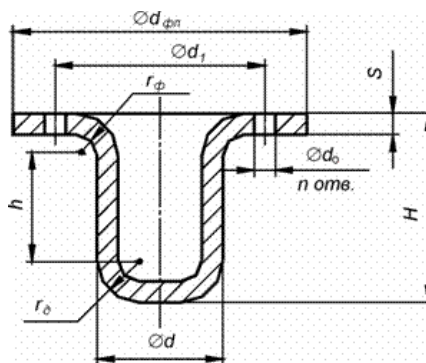

Рисунок 4 – Эскиз детали
- Исходные данные: рис.4., таблица 1.